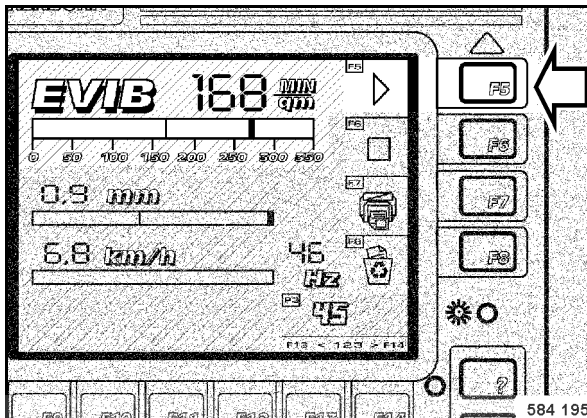

fig. 86
- La zone de contrôle à gauche de F5 (fig. 86) s'allume en vert.